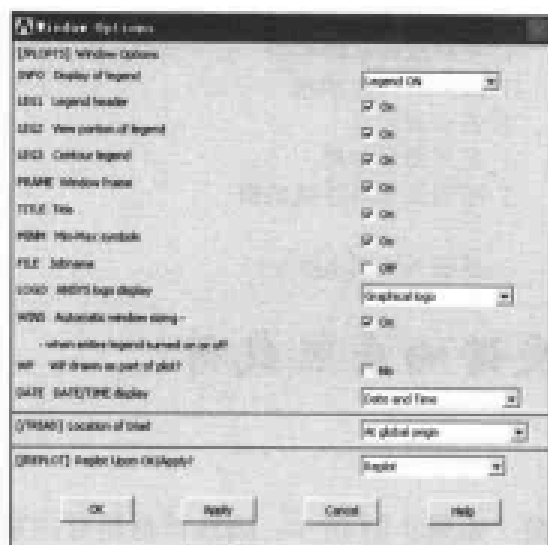
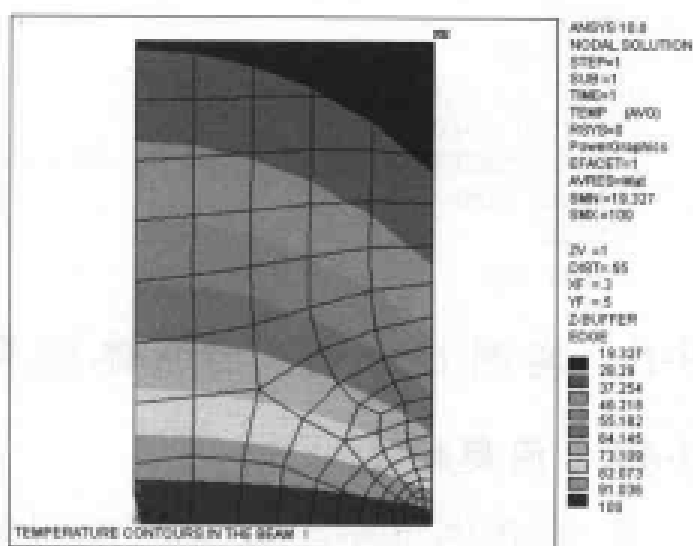

图 9-81 窗口显示设置对话框
图 9-82 梁横截面温度场分布等值线图
(3) 选择 Utility Menu | PlotCtrls | Window Controls | Window Options 命令, 出现 Window Options 对话框, 在 INFO Display of legend 下拉列表框中选择 Legend On 选项, 其余选项均采用默认设置, 如图 9-81 所示, 单击 OK 按钮关闭该对话框。
(4) 选择 Utility Menu | File | Change Title 命令, 出现 Change Title 对话框, 在文本框中输入 TEMPERATURE CONTOURS IN THE BEAM, 单击 OK 按钮关闭该对话框。
(5) 选择 Main Menu | General Postproc | Plot Results | Contour Plot | Nodal Solu 命令, 出现 Contour Nodal Solution Data 对话框, 选择 Nodal Solu | DOF Solution | Nodal Temperature 选项, 单击 OK 按钮, ANSYS 显示窗口显示温度场等值线图, 如图 9-82 所示。
(6) 选择 Utility Menu | File | Exit 命令, 出现 Exit from ANSYS 对话框, 选中 Quit-No Save! 单选按钮, 单击 OK 按钮, 关闭 ANSYS。